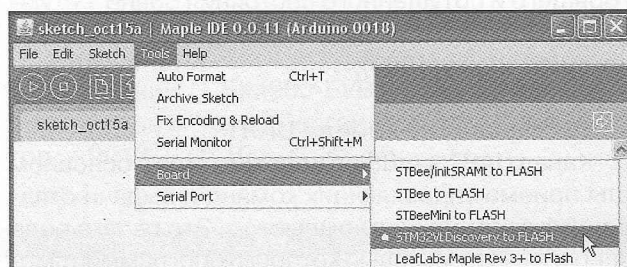
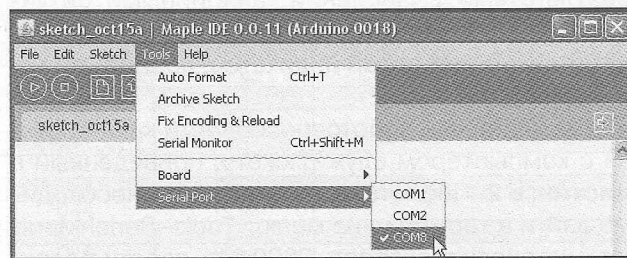

Рис.24
Рис.25
2) Подключить стенд к компьютеру двумя кабелями. Запустить на выполнение файл C:\MapleDiscovery\maple-ide.exe. Задать тип платы «Tools-Board-STM32VLDISCOVERY to Flash» (рис.24) и уникальный номер виртуального COM-порта Arduino «Tools-Serial Port» (рис.25).